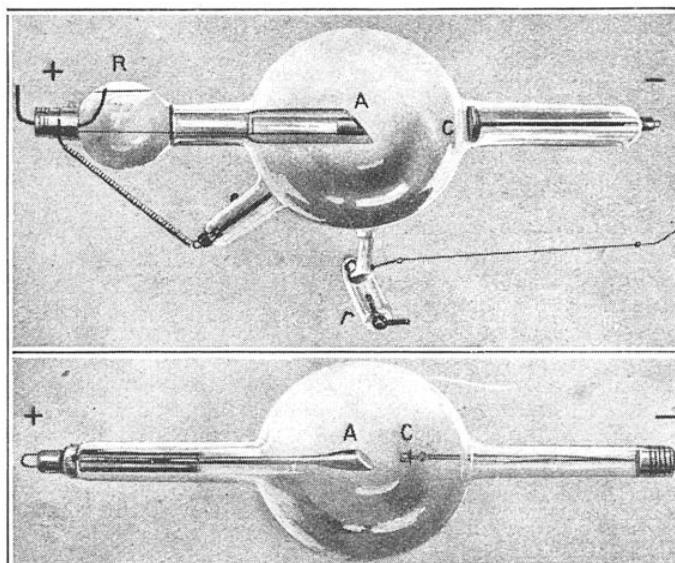

FIG. 1. — TUBES PRODUCTEURS DE RAYONS X
Les rayons de Röntgen prennent naissance dans des « tubes » (fig. 1), où le vide est beaucoup plus élevé (ordre du centième de millimètre de mercure) que dans nos lampes à incandescence. Mais, tandis que dans celles-ci le courant se ferme par le filament, dans un tube à rayons X, le circuit électrique est ouvert. On arrive cependant à fermer ce circuit (1) et à obtenir un courant de décharge